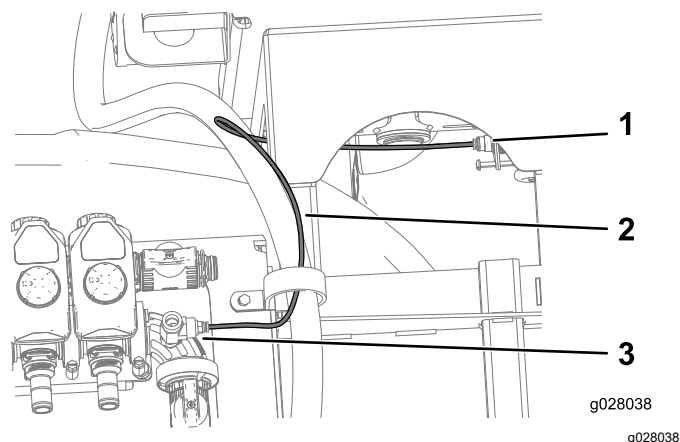

**Рисунок 37**
1. Прикрепите шланг длиной 180 см (71 дюйм) к верхнему кронштейну, используя R-образный хомут, болт ( $\frac{1}{4}$ -20 x  $\frac{3}{4}$  дюйма) и гайку ( $\frac{1}{4}$ -20 дюймов), как показано на Рисунок 37.
2. Наложите тефлоновый герметик на резьбу тройника и подсоедините тройник к регулируемому клапану (Рисунок 37).
3. Наложите тефлоновый герметик на резьбу соединительной муфты и подсоедините соединительную муфту к тройнику (Рисунок 37).